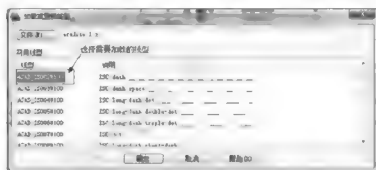

图 2-53
**步骤 2:** 在【选择线型】对话框中单击加载(L)...按钮,弹出【加载或重载线型】对话框,在该对话框中单选需要加载的线型,如图 2-53 所示。